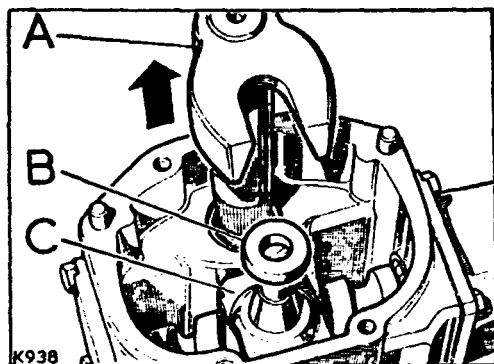

Fig. G1-46.- Eje del brazo
1.2.- Extraer el rodillo, B (Fig. G1-46) de la tuerca principal, C, y retirar el eje, A.